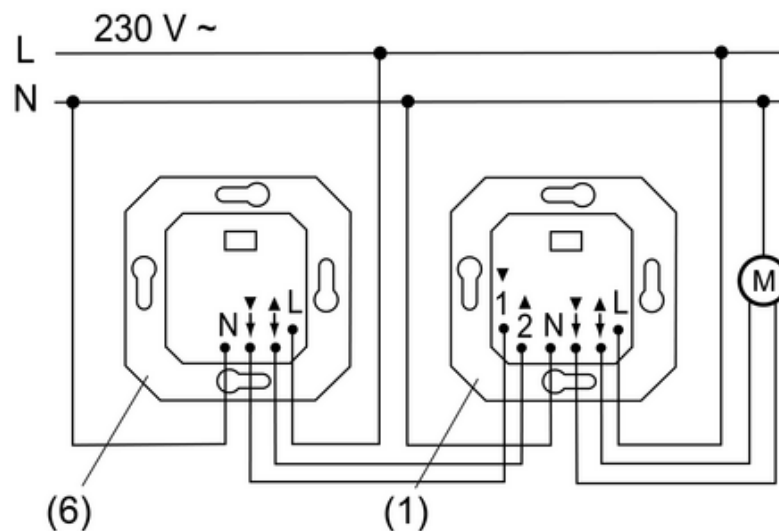

Figura 2: Utilización con estación auxiliar
- Módulo electrónico de persiana (1) para manejo in situ. Opcional: conexión de una estación auxiliar (6) (figura 2). Como estación auxiliar puede utilizarse también, en lugar del módulo electrónico de persiana, un pulsador mecánico de persiana o un interruptor de persiana.